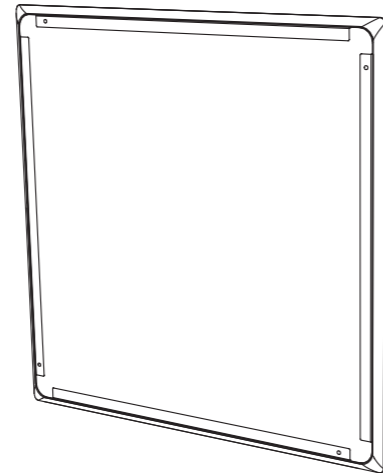

Fig. 19. Install the paint mask
- ペイントマスクをバック缶の前面に押し込み、磁石で固定します。このマスクは、天井とフレームの周囲が塗装されている間、そのまま残されます (図 19)。